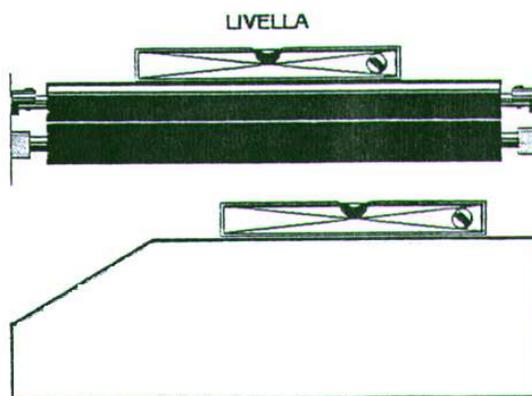

Рис. 2 – Расположение уровня для регулировки.
2. Проверьте правильную установку по уровню устанавливаемому на резиновых валах и боковинах устройства (Рис. 2).